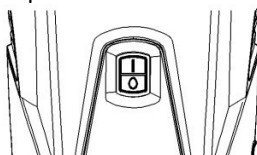

Figura 11
9. Coloque el interruptor ON/OFF en la posición ON marcada. Ver figura 11.